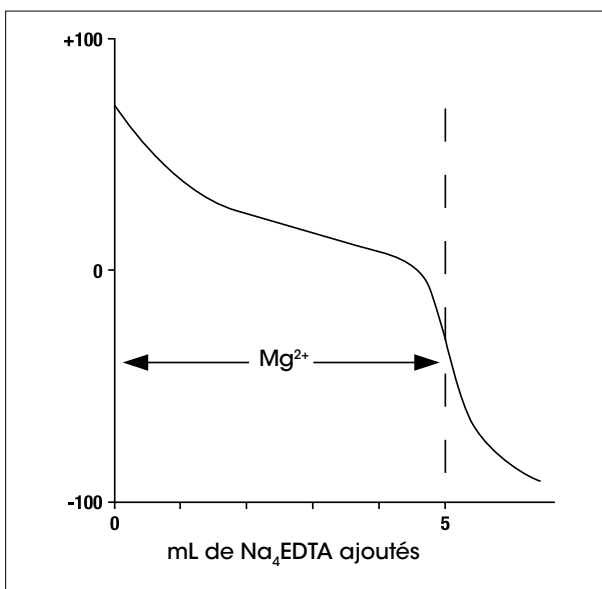

Figure 4 – Titration de 100 mL de 10^{-3} mol/L de Mg^{2+}
4. Réalisez un titrage au point d'équivalence en utilisant un modèle de méthode de titrage au point d'équivalence standard disponible sur les titreux Tx Excellence et G20 compacts. Le point d'équivalence du titrage correspond au point de la plus grande pente (point d'inflexion). Voir **Figure 4**.